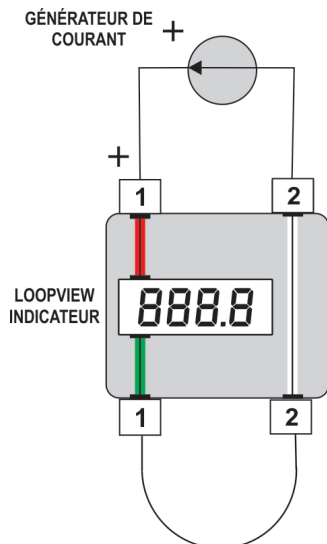

Figure 03 – Générateur de courant
2. Brancher le générateur à l'indicateur, comme dans la **Figure 03** :